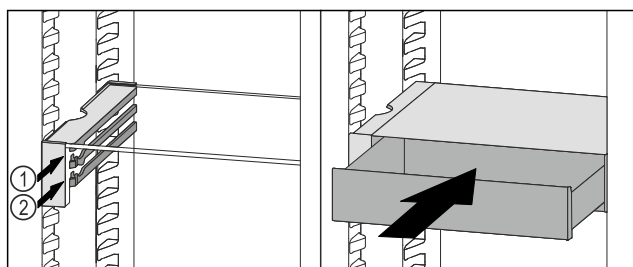

Fig. 143
- Așezați sertarul VarioSafe în spatele opritoarelor pe nervura dorită Fig. 143 (1) sau Fig. 143 (2).